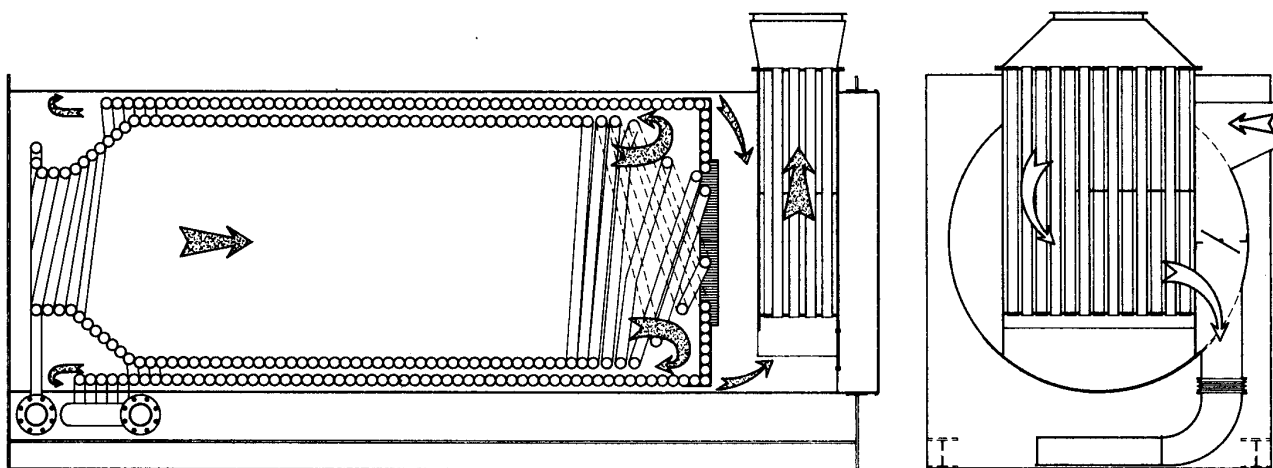

Fig. 2
- Cu putere de $1.000.000 \div 8.000.000$ kcal/h (Fig. 2)